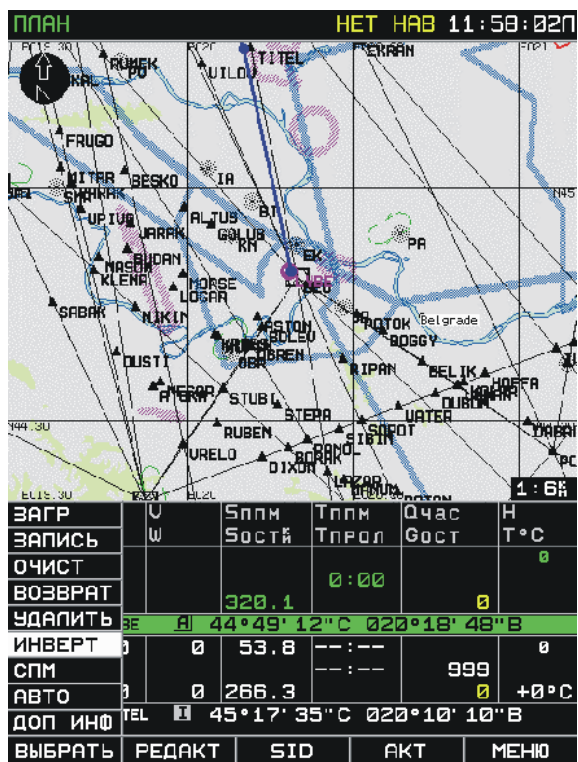

Рис. 118. Выбор функции инвертирования плана полета
2. Нажать кнопку ВЫБРАТЬ, при этом над кнопкой ВЫБРАТЬ появится перечень возможных операций с планом полета. Используя манипулятора курсора, подсветить строку ИНВЕРТ, нажать кнопку ВЫБРАТЬ (Рис. 118).